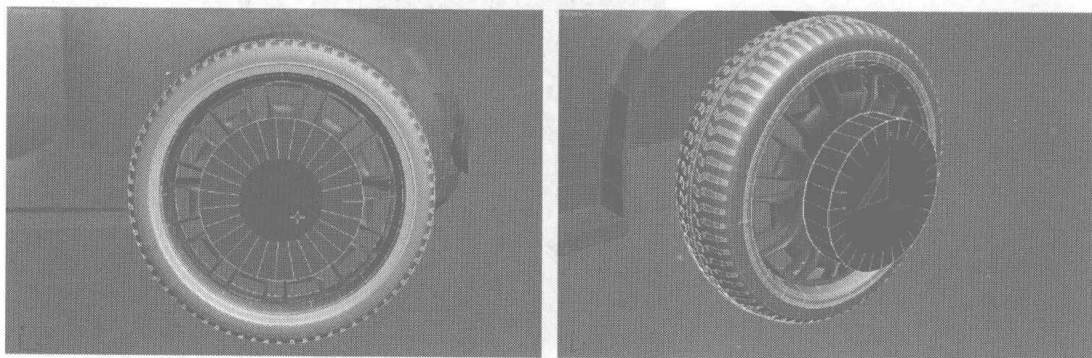
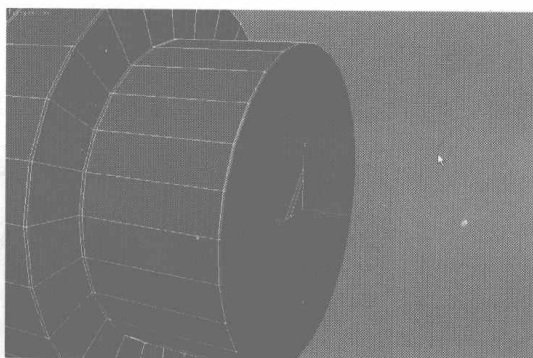

图 7.294
图 7.295
- 48 在  控制面板下，将 ☒ **Ignore Backfacing** 命令前面的对钩打上，这样防止选择到后面的物体。选择中心的面，调整面的大小，如图 7.294 所示。单击 **Bevel**  按钮右边的小方块，在弹出的对话框中设置斜角参数，单击 **Apply** 按钮，连续三次挤压，最后单击 **OK** 按钮，完成斜角挤压，如图 7.295 所示。